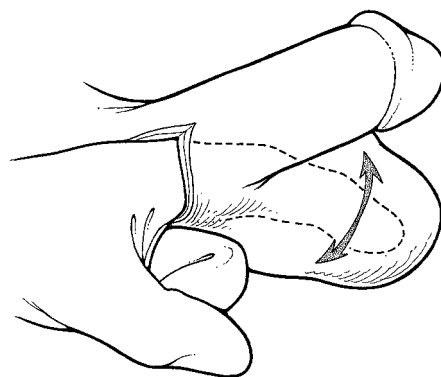

Figura 4-16a. Infrapubico: dissezione smussa
1. Effettuare una dissezione smussa per formare una tasca nella porzione più pendente dello scroto (**Figura 4-16a e 4-16b**).